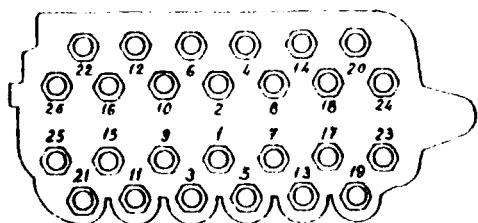

Fig. A3-50A Orden de apriete de los tornillos de fijación culata
- 2.4 Montar las varillas de empuje en sus alojamientos correspondientes e instalar el árbol de balancines (Tarea A3-20). Apretar a continuación todos los tornillos de $1/2''$ que fijan la culata, a una tensión de 12,5 mkg., por el orden -- que se indica en la figura A3-50A. Los tornillos de $5/16''$ se apretarán a 1,7 mkg. y el reglaje de taqués se efectuará según la Tarea A3-19.